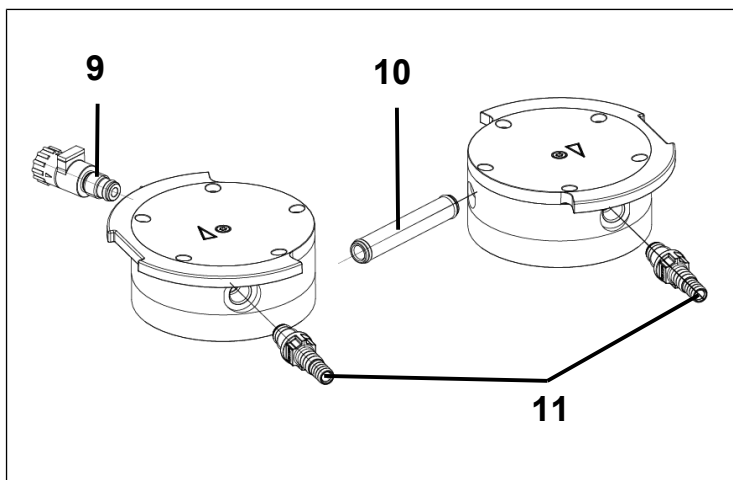

Fig.10: Sostituzione degli O-ring
2. Estrarre il tubo di allacciamento (10/ Fig. 10) dal coperchio testa (3).
3. Sostituire i due O-ring del tubo di allacciamento (10/ Fig. 10).
4. Allentare la vite con testa interna (1) da ciascuna delle due teste pompa.
5. Prelevare le due piastre di spinta (2), assieme alle due viti con teste interne (1).
6. Svitare la valvola gas ballast (9/ Fig. 10) dal coperchio testa (3).
7. Sostituire l'O-ring della valvola gas ballast (9/ Fig. 10).
8. Avvitare a fondo la valvola gas ballast (9/ Fig. 10) nel relativo coperchio testa (3). Successivamente, svitarla di nuovo, fino a quando la superficie sia orientata verso l'alto.
9. Svitare i raccordi tubi flessibili (11/ Fig. 10) dal coperchio testa con l'attrezzo in dotazione (3).
10. Sostituire gli O-ring dei raccordi tubi flessibili (11/ Fig. 10).
11. Avvitare manualmente i raccordi tubi flessibili (11/ Fig. 10) nel coperchio testa con l'attrezzo in dotazione (3).
- i** Sulla pompa, le piastre portavalvola/le guarnizioni (4) andranno sostituite in sequenza.
1. Prelevare il coperchio testa (3) dalla piastra intermedia (6).
2. Prelevare le precedenti piastre portavalvola/guarnizioni (4).
3. Pulire con cautela la piastra intermedia (6) (qualora siano presenti depositi).
4. Introdurre le nuove piastre portavalvola/guarnizioni (4) nelle apposite sedi della piastra intermedia (6).
6. Una volta sostituite la membrana (7) e le piastre portavalvola/le guarnizioni (4), smaltirle correttamente.
7. Innestare il tubo di allacciamento (10/Fig. 10) nel coperchio testa (3).